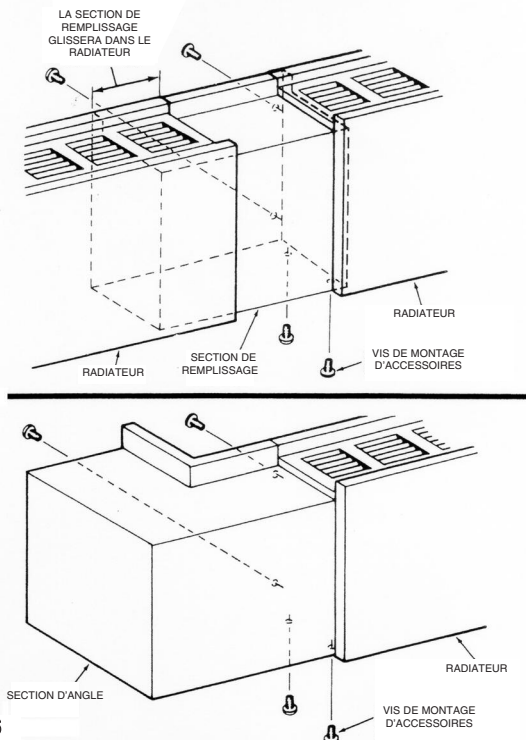

Figure 6
- Si c'est nécessité par le plan, installez une section de remplissage (1, Figure 1) sur le radiateur (2) ou bien (3) au moyen de quatre vis #6 fournies avec cette section de remplissage (Référez-vous à la Figure 6). Mettez au rebut le capuchon d'extrémité de section de remplissage dans cette application;
- Si le tronçon mural comporte des angles rentrants ou sortants, installez un angle (4 et 5) sur le radiateur (2 et 9) au moyen de quatre vis #6 fournies avec cette section d'angle (Référez-vous à la Figure 6).